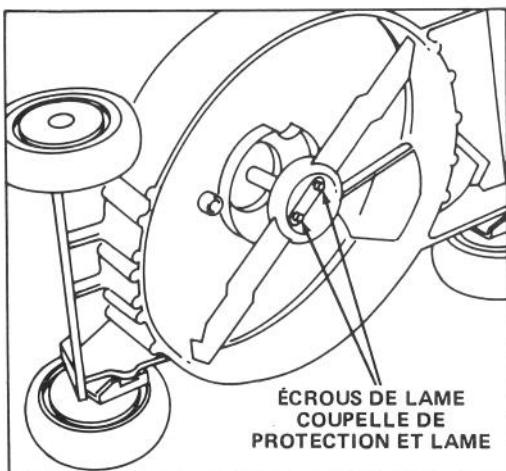

Figure 13
3. Faites basculer la tondeuse sur son côté droit (Fig. 13). Evitez de tourner la lame. Des problèmes de démarrage peuvent en résulter.
5. RETRAIT DE LA LAME — Saisissez l'extrémité de la lame en vous servant d'un chiffon ou d'un gant bien rembourré. Enlevez les écrous de lame, la coupelle de protection et la lame (Fig. 13).